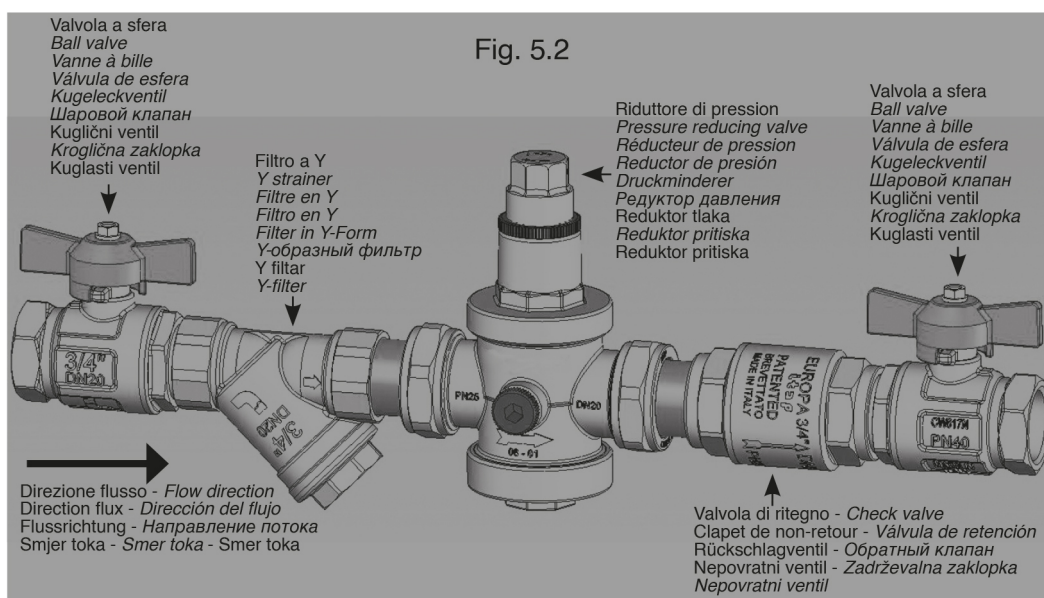

Fig. 5.2
- Pour une installation dans les règles de l'art, suivre le schéma illustré Fig. 5.2